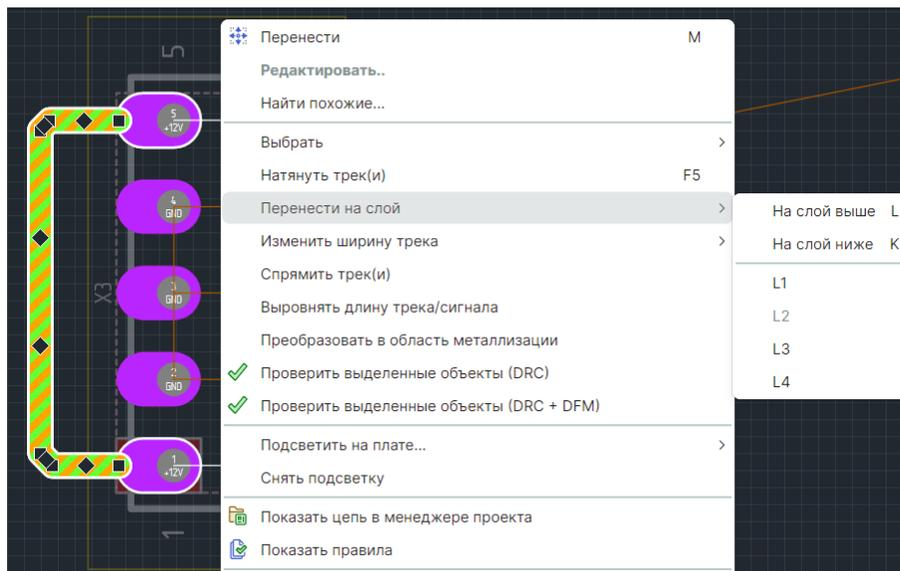

Рис. 269 Перенос трека (сегмента трека) на слой выше/ниже
2. В контекстном меню выберите пункт «Переместить трек на слой выше/ниже» или выберите подходящий слой из списка всех проводящих слоев текущей платы (слой, на котором размещен трек (сегмент трека) отображается серым цветом), см. Рис. 269.